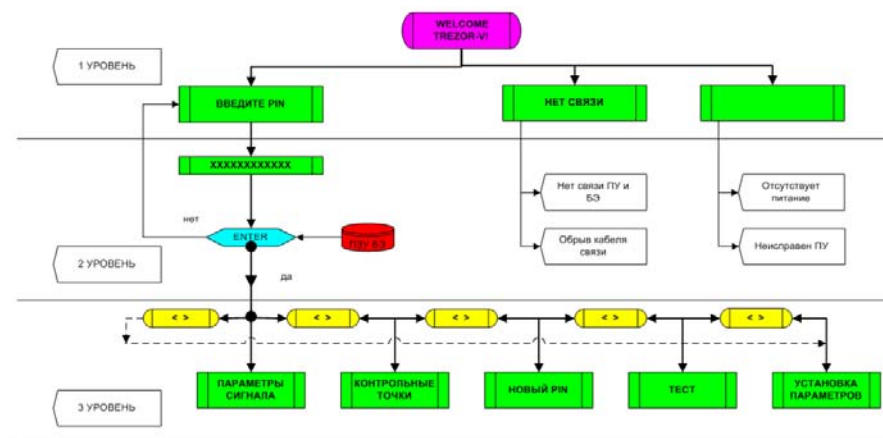
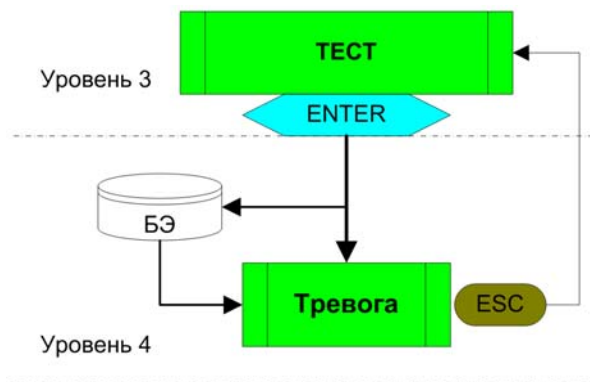

Рис. 3.1. Структурная схема верхних уровней системного меню ПУ
Рис. 3.5. Структурная схема раздела «ТЕСТ» системного меню ПУ
2.2.2.2. На экране ЖК-индикатора ПУ появляется иконки многоуровневого системного меню, при помощи которого осуществляется управление параметрами первого или второго канала БЭ, при подключении ПУ в «X4» происходит управление первым каналом, в «X5» вторым каналом. Структурная схема верхних (1...3) уровней системного меню ПУ приведена на рис. 3.1.
3 уровень: На этом, основном уровне системного меню пользователь остается, двигаясь от раздела к разделу меню (по кругу) с помощью клавиши «→» (слева направо, рис. 3.1.), или с помощью клавиши «←» (справа налево, рис. 3.1.). Переход с 3-го на нижний 4-й уровень (в разделе) осуществляется нажатием клавиши «ENTER».
На рис. 3.5. изображена структурная схема раздела «ТЕСТ».
2.2.3.1. После того, как произведен первичный контроль работоспособности изделия согласно п. 3.2.1., необходима более тщательная его проверка с помощью ПУ перед процедурой настройки. Для этого необходимо подсоединить ПУ к БЭ, дождаться надписи «ВВЕДИТЕ PIN» на ЖК-индикаторе, ввести корректный PIN-код и выйти на основной 3-й уровень системного меню (рис. 3.1.). С помощью клавиши «→» осуществить переход в раздел «ТЕСТ» (рис. 3.5.), нажать клавишу «ENTER» и убедиться в свечении (1...5 с) красного светодиода «Тревога» на плате БЭ, а также появлении надписи «Тревога» на ЖК-индикаторе.